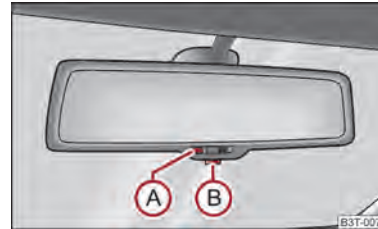

Abb. 54 Automatisch abblendbarer Innenspiegel
- Drücken Sie die Taste ② ⇒ Abb. 54, die Kontrollleuchte ① leuchtet.